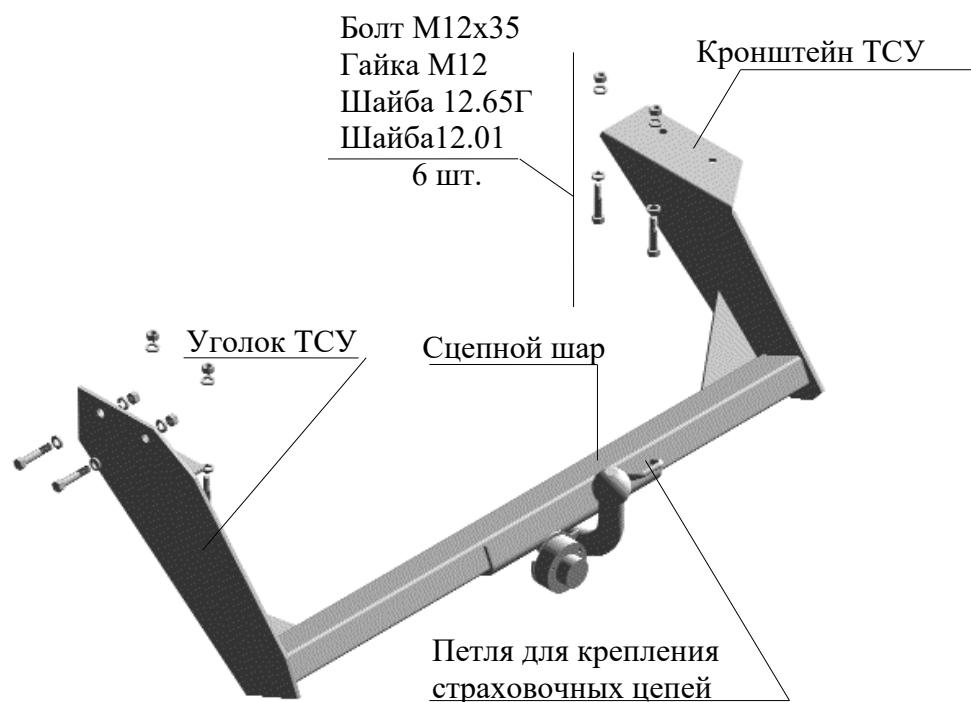

Рис.1 Тягово-сцепное устройство ТСУ 2206
2.1 ТСУ 2206 в сборе (рис.1)	1 шт.
2.2 Пакет с комплектующими (см. рис.1) Защитный колпак	1 шт.
- 4.3 Закрепить ТСУ на лонжеронах автомобиля шестью болтами M12x35 в соответствии с рис.1.